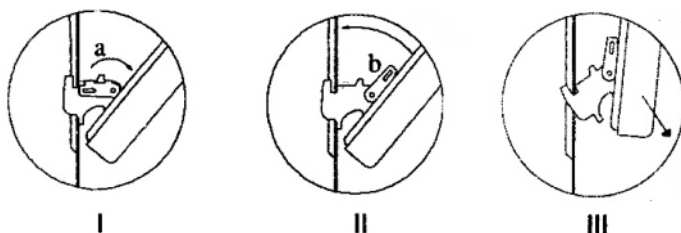

Рисунок 7.
- удаляется дверь духовки следующим способом (рисунок 7):